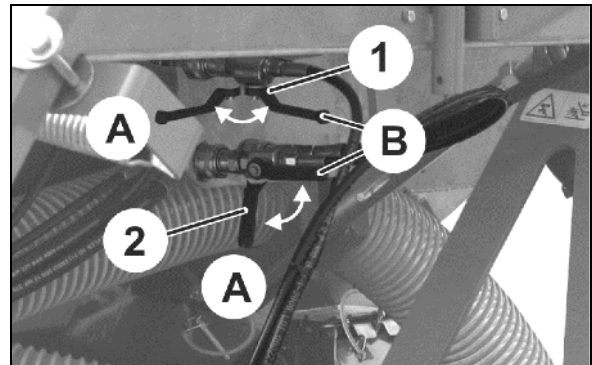

Рис. 95
8. Установите оба шаровых крана (Рис. 95/1,2) в положение **A**.